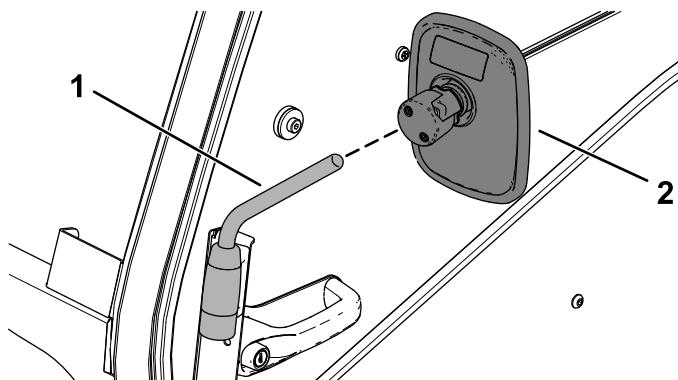

Figure 6
8. Glissez le rétroviseur sur le bras et réglez-le à l'angle voulu (Figure 6).